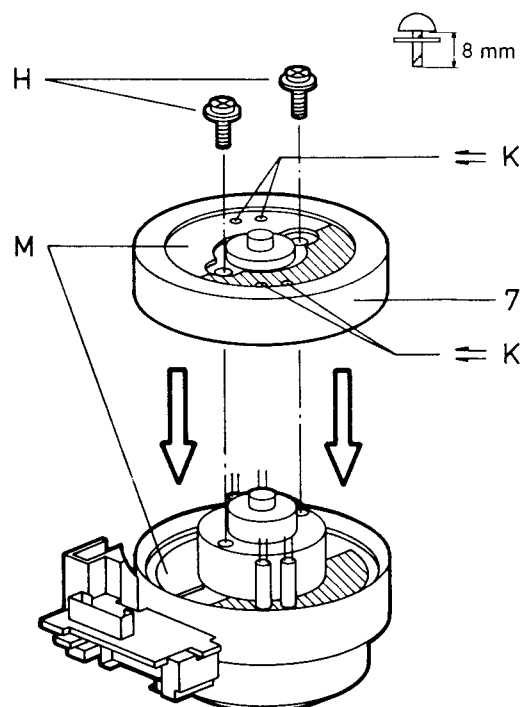

Fig. 11
- Wenn sich nach dem Einbau die weißen Flächen "M" (Fig. 11) nicht decken, erfolgt die Wiedergabe vorher durchgeführter Aufnahmen in Schwarz / Weiß!
- Kopfscheibe (7) so auf die Antriebsachse stecken, daß sich die weißen Flächen "M" decken (Fig. 11).
- Schrauben "H" eindrehen und Erdungsfeder (5) montieren.
- If, after reassembly, the white areas "M" (Fig. 11) do not coincide, previous recordings on the tape will be reproduced on playback in black and white!
- Fit the Head Wheel (7) onto the shaft so that the white areas "M" coincide (Fig. 11).
- Refit the screws "H" and the Earthing Spring (5) with screw "F".